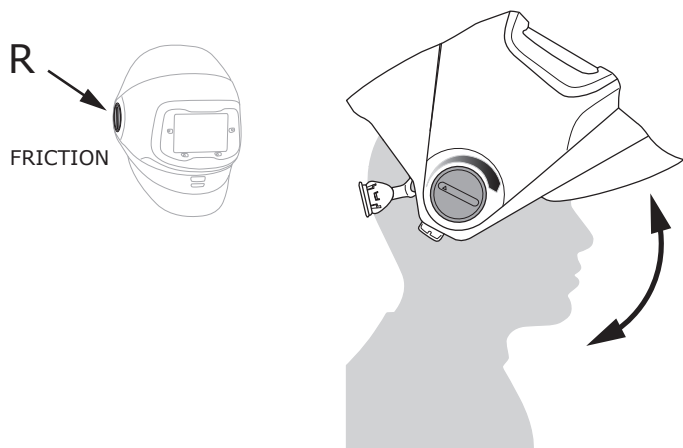

Fig. 6a
- Para ajustar la fuerza o la fricción, gira la perilla de giro con la etiqueta **FRICCIÓN** ubicada a la derecha en el sentido de las agujas del reloj para aumentarla o en sentido contrario a las agujas del reloj para disminuirla (Fig. 6a).